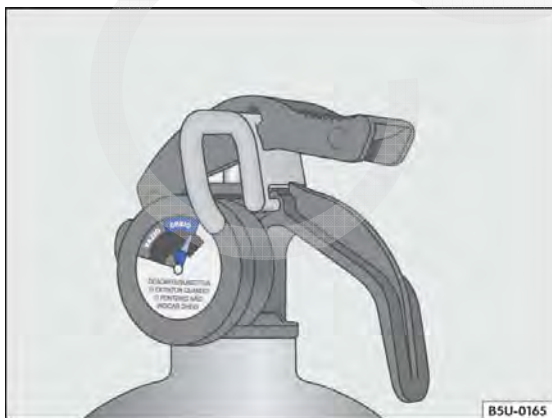

Fig. 153 No extintor de incêndio: indicador de carga (manômetro).
- Carga - o ponteiro deve estar na faixa verde do manômetro (carregada) → Fig. 153.